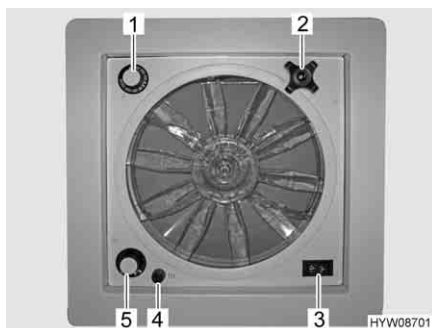

Fig. 79 Oblò con ventilatore
- ▷ Un fusibile da 4 A (Fig. 79,4) protegge da sovraccarico il motore del ventilatore. Se si verifica un sovraccarico: Per prima cosa individuare ed eliminare la causa (ad es. il ventilatore è sporco), poi sostituire il fusibile.
**Apertura oblò:** ■ Ruotare la maniglia girevole (Fig. 79,2), finché non si raggiunge l'angolo di apertura desiderato.
**Aerazione/sfiato:** ■ Portare l'interruttore a levetta (Fig. 79,3) su "Aerazione" (flusso d'aria dall'esterno verso l'interno) o "Sfiato" (flusso d'aria dall'interno verso l'esterno).
**Spegnimento del ventilatore:** ■ Portare l'interruttore a levetta (Fig. 79,3) sulla posizione centrale.
**Impostazione della velocità del ventilatore:** ■ Posizionare l'interruttore girevole (Fig. 79,5) sul grado desiderato:
**Impostazione della temperatura:** ■ Ruotare il termostato (Fig. 79,1) fino alla battuta in direzione "blu".
- Ruotare il cappuccio nero (Fig. 79,4) di un quarto di giro in senso antiorario.